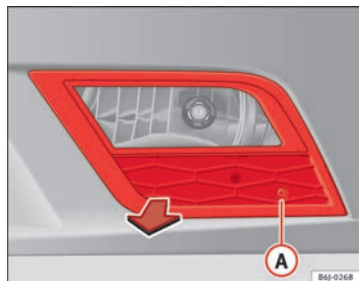

Fig. 161 Faro fendinebbia
- Rimuovere la vite ⇒ fig. 161 **A** della griglia del faro fendinebbia con un cacciavite.